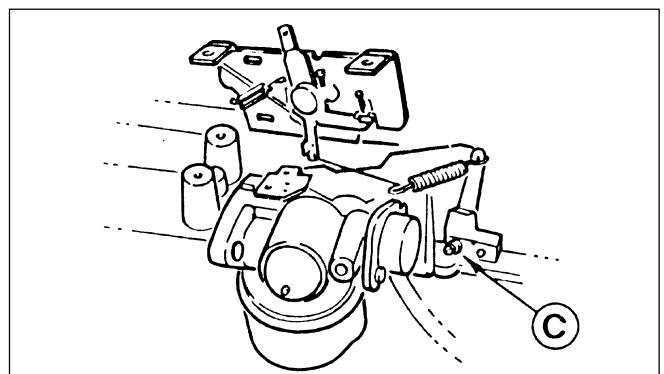

Fig. 21
**NOTA** - la vis C du levier régulateur est avec filetage à droite (Fig. 21).